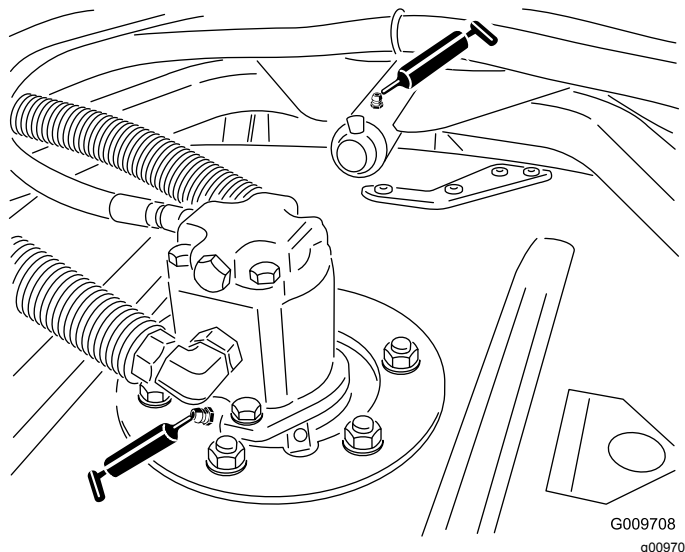

Рисунок 50
- Подшипники шпинделя режущего блока (по 2 шт. на режущий блок) (Рисунок 50)
- Втулки несущего рычага режущего блока (по 1 шт. на режущий блок) (Рисунок 50)